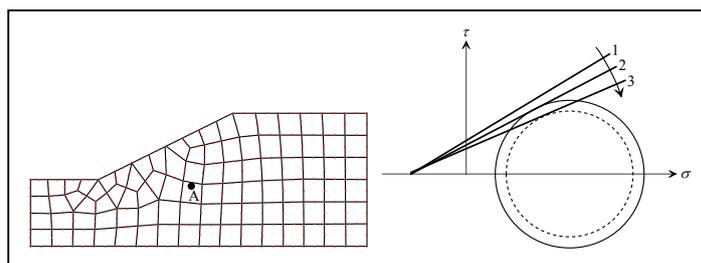

図1 せん断強度低減有限要素法 (SSR-FEM)
その概要を説明すると次のようである。まず、最初の係数  $F$  を小さな値に設定すると、 $c_F$  および  $\phi_F$  が十分大きくなるので、斜面はいたるところで弾性応力状態となる。次に  $F$  を  $\Delta F$  ずつ段階的に増加させていくと、ある  $F$  の値をとるとき、図1に示すように、斜面内のある位置（例えば点A）で破壊が生じはじめ、見かけの  $c_F$  および  $\phi_F$  で定義するモール・クーロンの破壊基準（直線2）を満たすようになる。
3) と交差するようになる。このような応力状態は存在し得ないので、図1の破線の下で示すようにモール円が破壊基準に接するような応力状態であればならない。ステップ  $n$  における計算が収束した時点では、斜面が力のつり合い状態にあるため、残差力ベクトルはゼロである。